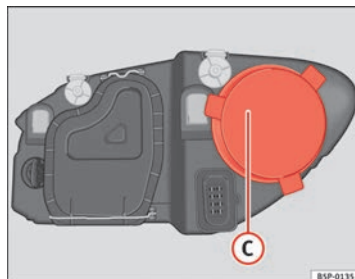

Fig. 185 Feux de route
- Retirez le cache ⇒ fig. 185 C en tirant dessus.